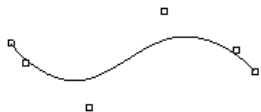

图 3.2.19 开放的（显示控制点）
- ◆ 选取 **Open End with Control Points** 选项，则此时的样条如图 3.2.19 所示。